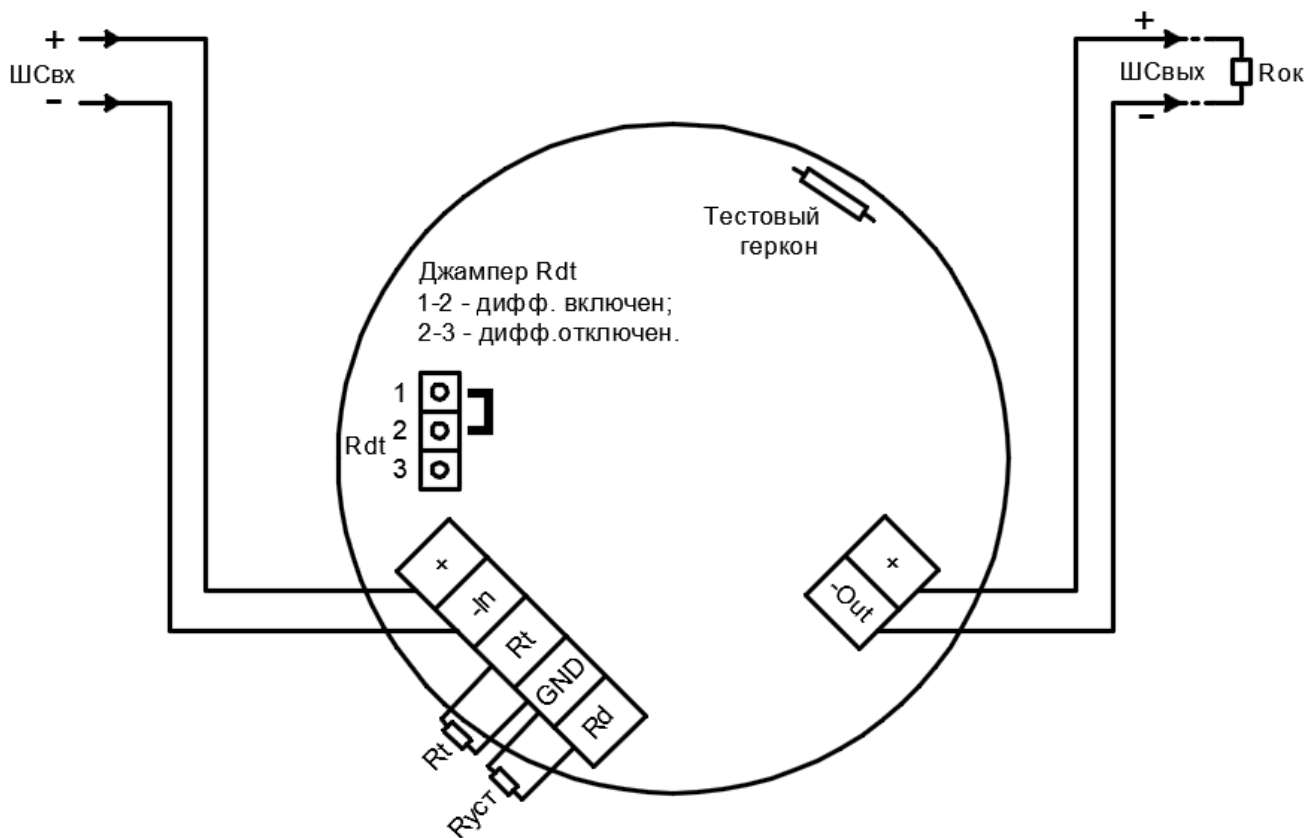

Рисунок 5 – Схема подключения
Все внешние провода подводятся к извещателю через внутреннее клеммное отделение, являющееся составной частью извещателя. Используются нажимные клеммы Wago для проводов сечением от 0,08 мм2 до 2,5 мм2. Подключение извещателя осуществляется по 2-х проводной линии связи в соответствии с рис. 5 настоящего РЭ.
- осуществить монтаж соединительного кабеля в кабельном вводе и соединить проводники в соответствии со схемой подключения к ППК, рис. 5 - 7.